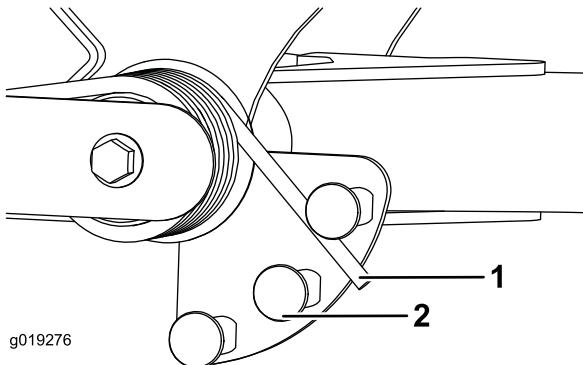

Bild 38
2. Stecken Sie ein Rohr oder ein ähnliches Objekt in das lange Federende und drehen Sie es um den Federaktuator in die gewünschte Stellung (Bild 38).